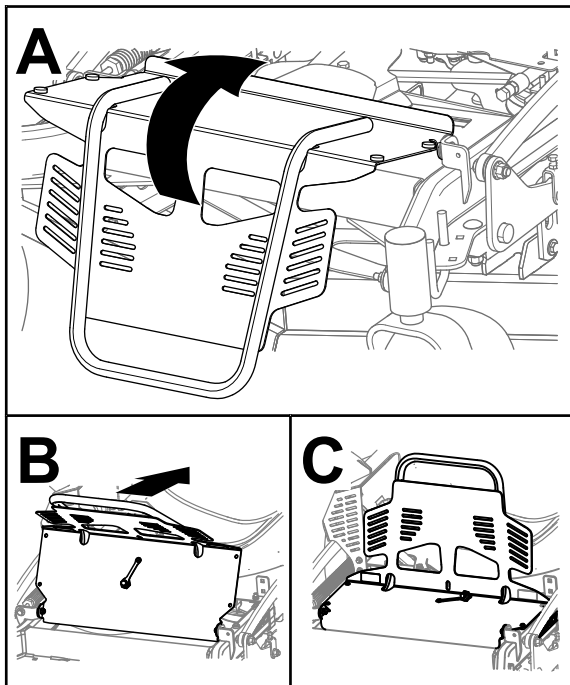

Figura 23
1. Gire el protector del motor hacia atrás, como se muestra en la Figura 23